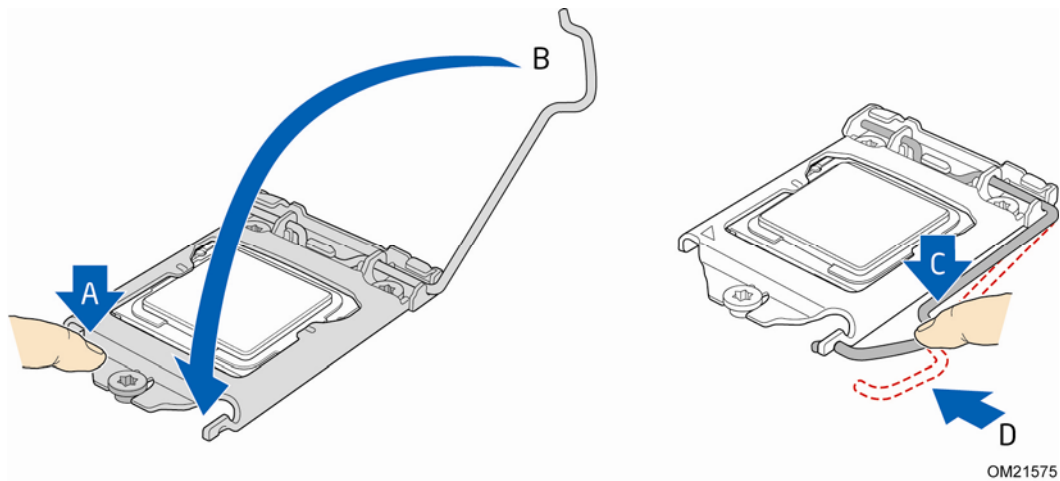

图 16. 将压板固定到位
8. 扣合插槽拉杆（图 16 中的 B），期间请确保扣合拉杆期间，将压板的前部边缘滑入带肩螺丝帽的下方（图 16 中的 A）。将插槽拉杆卡扣到压板的锁口中（图 16 中的 C、D）。